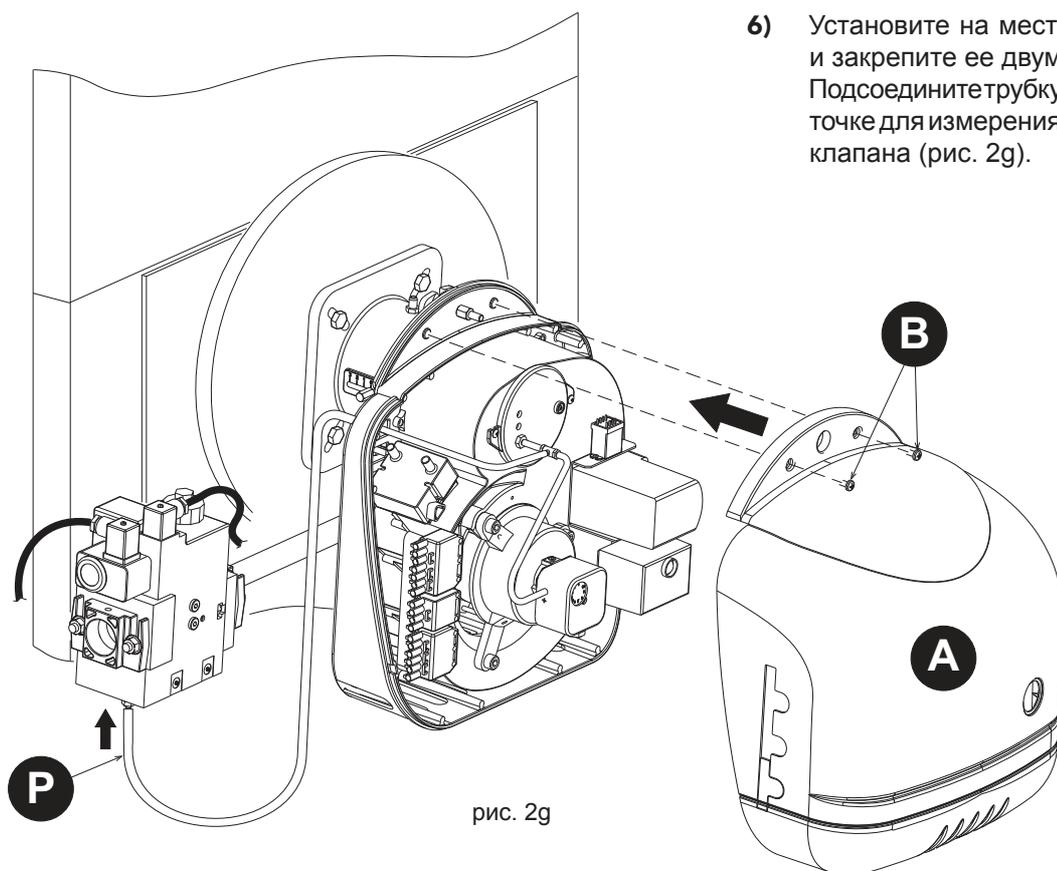

рис. 2g
- 6) Установите на место крышку горелки "А" и закрепите ее двумя винтами "В". Подсоедините трубку фитингу-контрольной точке для измерения давления "Р" газового клапана (рис. 2g).